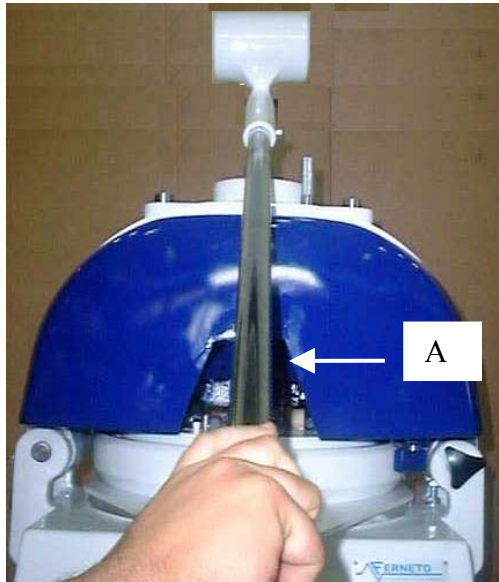

Figure 6.2
- Presser fortement le levier manuel (A), pour aplanir la pâte (fig. 6.2).